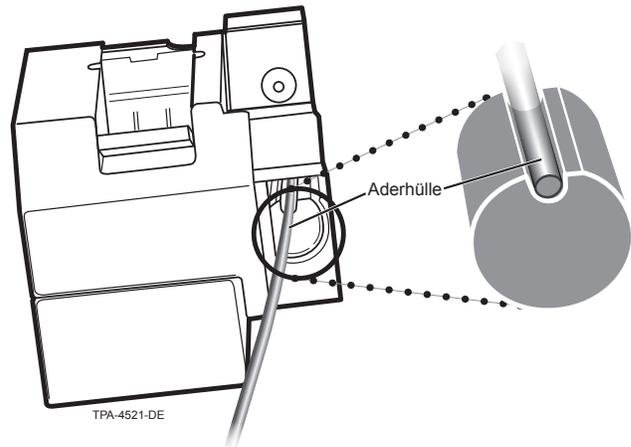

Abbildung 21
- b. Erforderliche Aderhülle in den Schlitz des Halters einsetzen und dabei die Startpunktmarkierung auf der Aderhülle mit der Kontaktstelle der Klinge abgleichen (Abbildung 21).